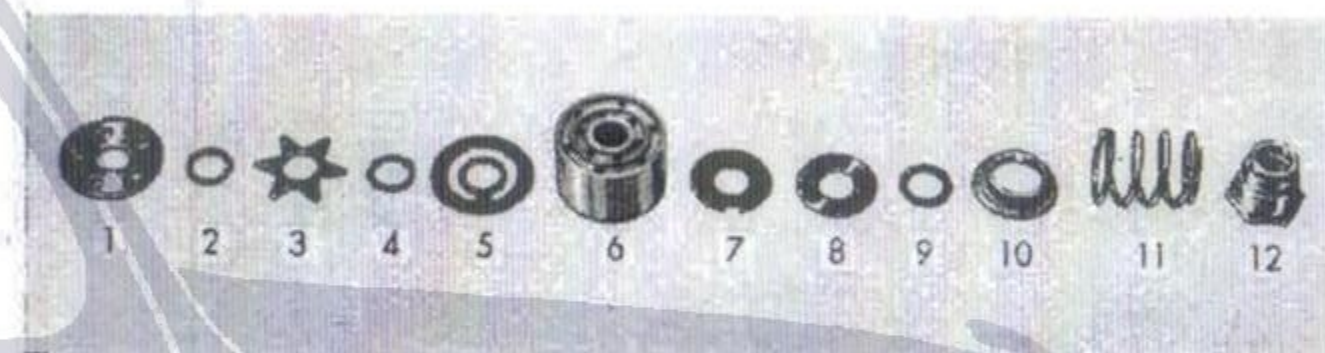

Fig. 175. - Pièces de la soupape de retour d'amortisseur.
Le piston comporte deux couronnes concentriques de trous (6, fig. 175). La couronne centrale est fermée à sa partie inférieure par la soupape de retour qui s'ouvre du haut vers le bas. La couronne de trous extérieure est fermée à sa partie supérieure par la soupape d'aspiration qui s'ouvre du bas vers le haut.
2) Renverser l'amortisseur et le fixer en position verticale; emmancher les pièces dans la tige dans l'ordre indiqué à la fig. 175, vérifier que le piston coulisse d'une manière uniforme dans le cylindre et bloquer graduellement l'écrou hexagonal. Mâter l'extrémité de la tige pour empêcher le relâchement de l'écrou.